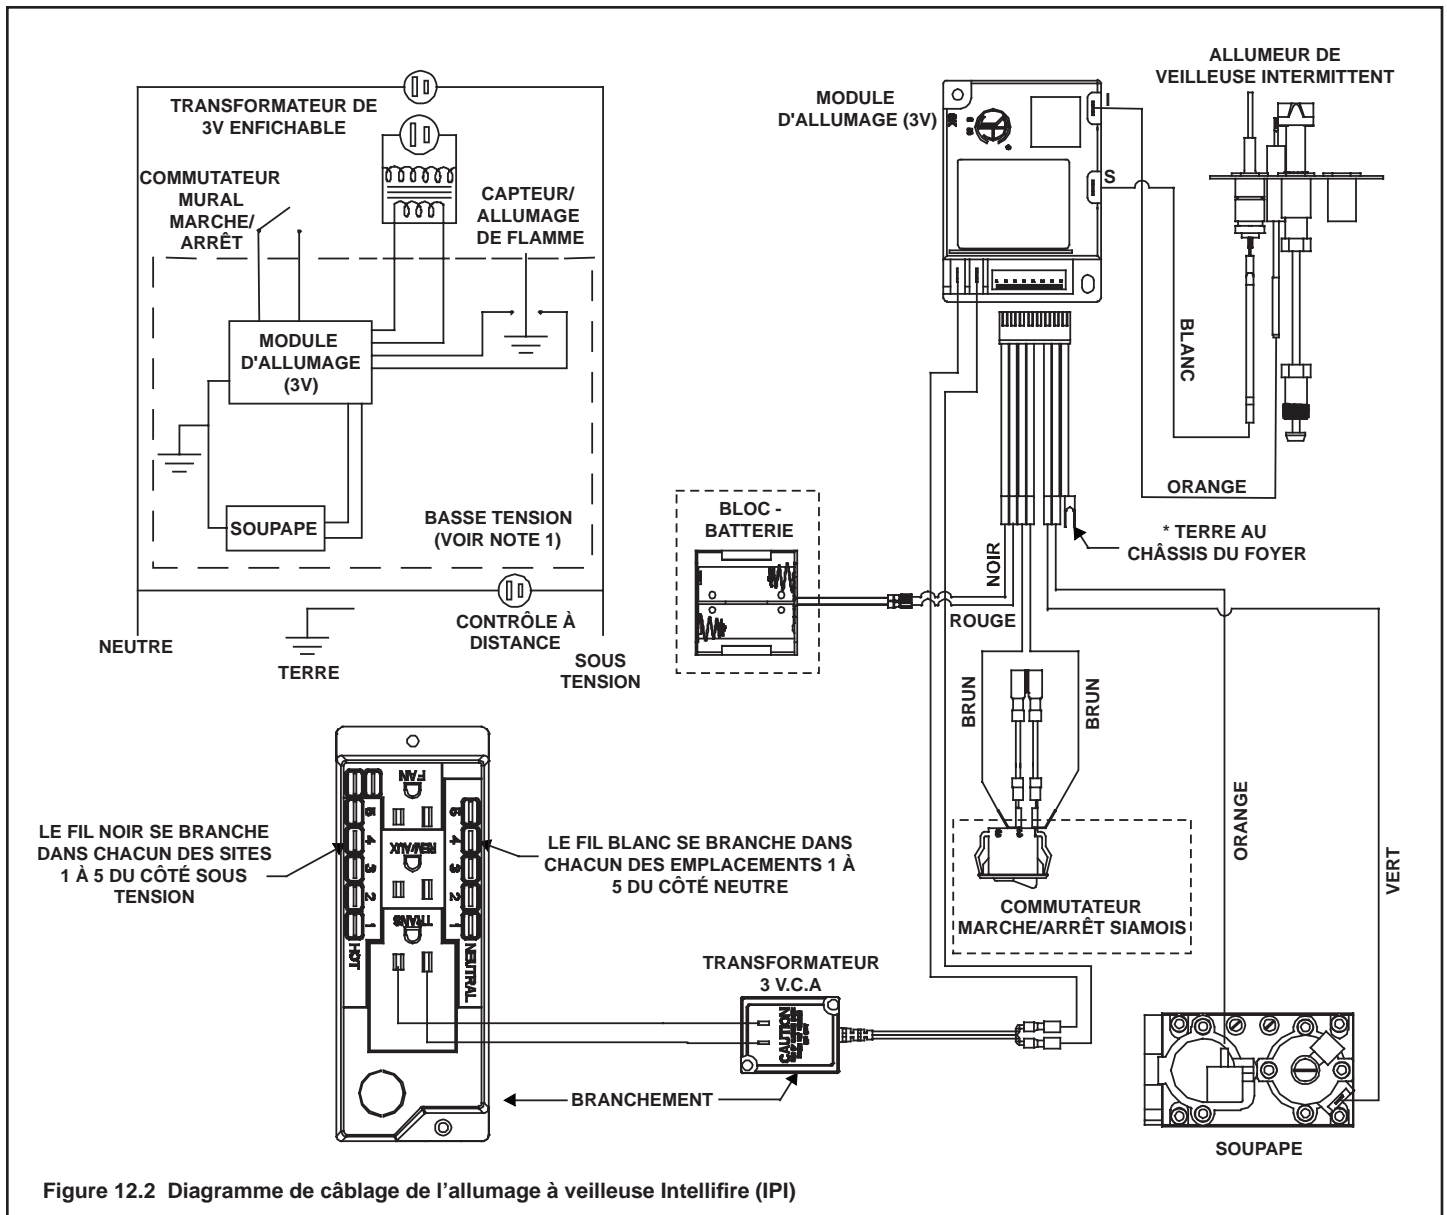

Figure 12.2 Diagramme de câblage de l'allumage à veilleuse Intellifire (IPI)
- Voir les Figure 12.2 Schéma du câblage du système d'allumage Intellifire (IPI).